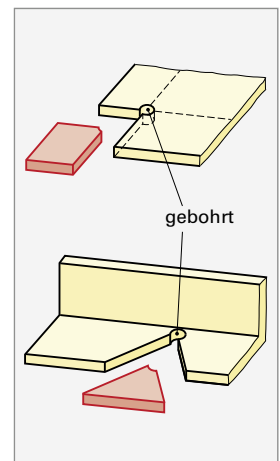

Bild 1
3. Begründen Sie, warum bei Schneidkanten, die im Winkel aufeinanderstoßen, das Blech am Schnittpunkt der Anrisslinien vor dem Schneiden aufgebohrt wird (Bild 1).